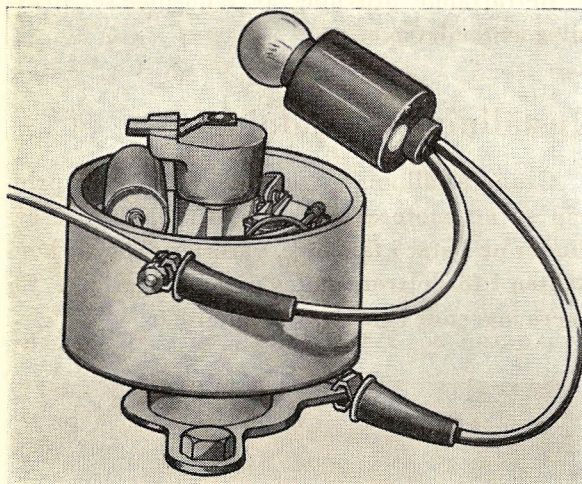

Bild 80.
4. Lossa skruven under fördelaren och vrid hela fördelaren medurs, tills avbrytarkontakterna är slutna. Koppla en kontrollampa såsom bild 80 visar och vrid om tändningsnyckeln. Kontrollampen bör ej vara större än ca 3 W.